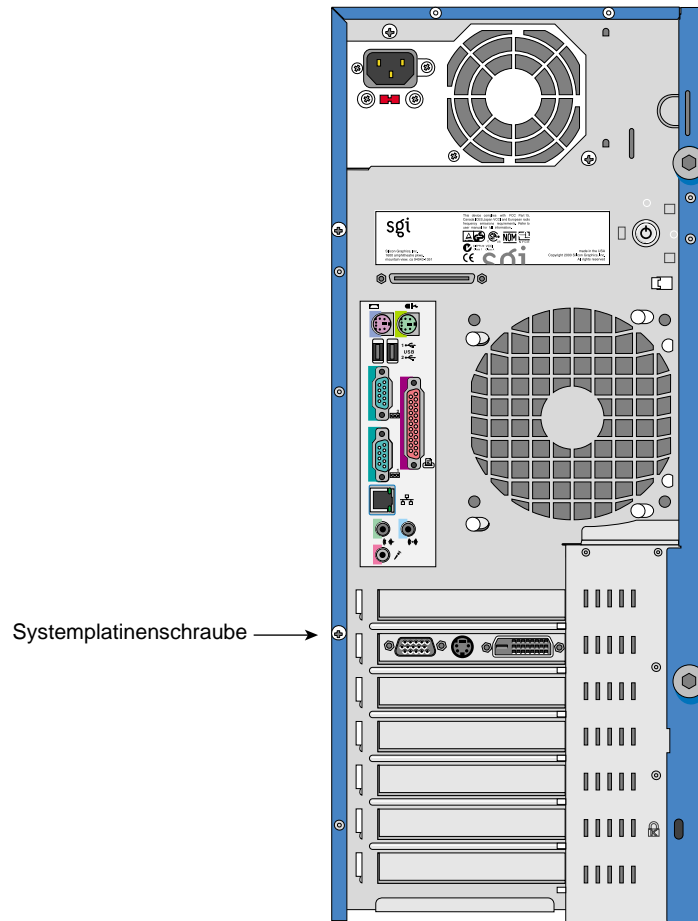

Abbildung 2-21 Lage der Systemplatinenschraube
5. Lösen Sie die Systemplatinenschraube. Abbildung 2-21 zeigt die Lage der Schraube.
5. Schrauben Sie die Systemplatinenschraube in die Halterung. Die Lage der Systemplatinenschraube geht aus Abbildung 2-21 auf Seite 44 hervor.